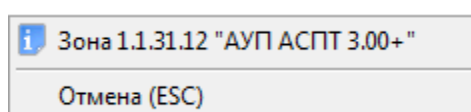

Рисунок 8-150 Контекстное меню для входа с типом "Контроль неисправности АУП"
- Только просмотр информации о входе и его состоянии (см. Рисунок 8-150).